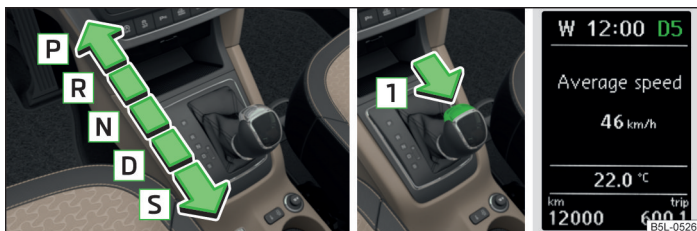

Fig. 110 Maneta selectorului de viteze / tasta de blocare / Afișarea de pe ecran
Când contactul este cuplat, pe afișaj se afișează regimul transmisiei, precum și treapta de viteză actual selectată » fig. 110.
Cu maneta selectorului de viteze se pot selecta următoarele regimuri » fig. 110.
Înainte de selectarea regimului **R** din regimul **P** sau **N**, trebuie să se acționeze pedala de frână și simultan tasta de blocare, în sensul săgeții **T** » fig. 110.
Înainte de cuplarea regimului **S** din regimul **D** trebuie să se apese tasta de blocare în sensul săgeții **T** » fig. 110.
Maneta selectorului de viteze se eliberează prin acționarea pedalei de frână și apăsarea simultană a tastei de blocare în sensul săgeții **T** » fig. 110.
Treapta de viteză actual selectată se afișează pe afișajul » fig. 110 la pagina 131.
- » Apăsați tasta de blocare în sensul săgeții » fig. 110 la pagina 131 și mențineți-o apăsată.